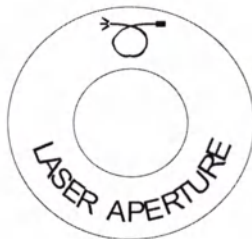

Рис. 20. Знак-указатель точки выхода лазерного луча.
3. На рис.20 показан символ, обозначающий точку выхода лазерного луча и тип соединения.